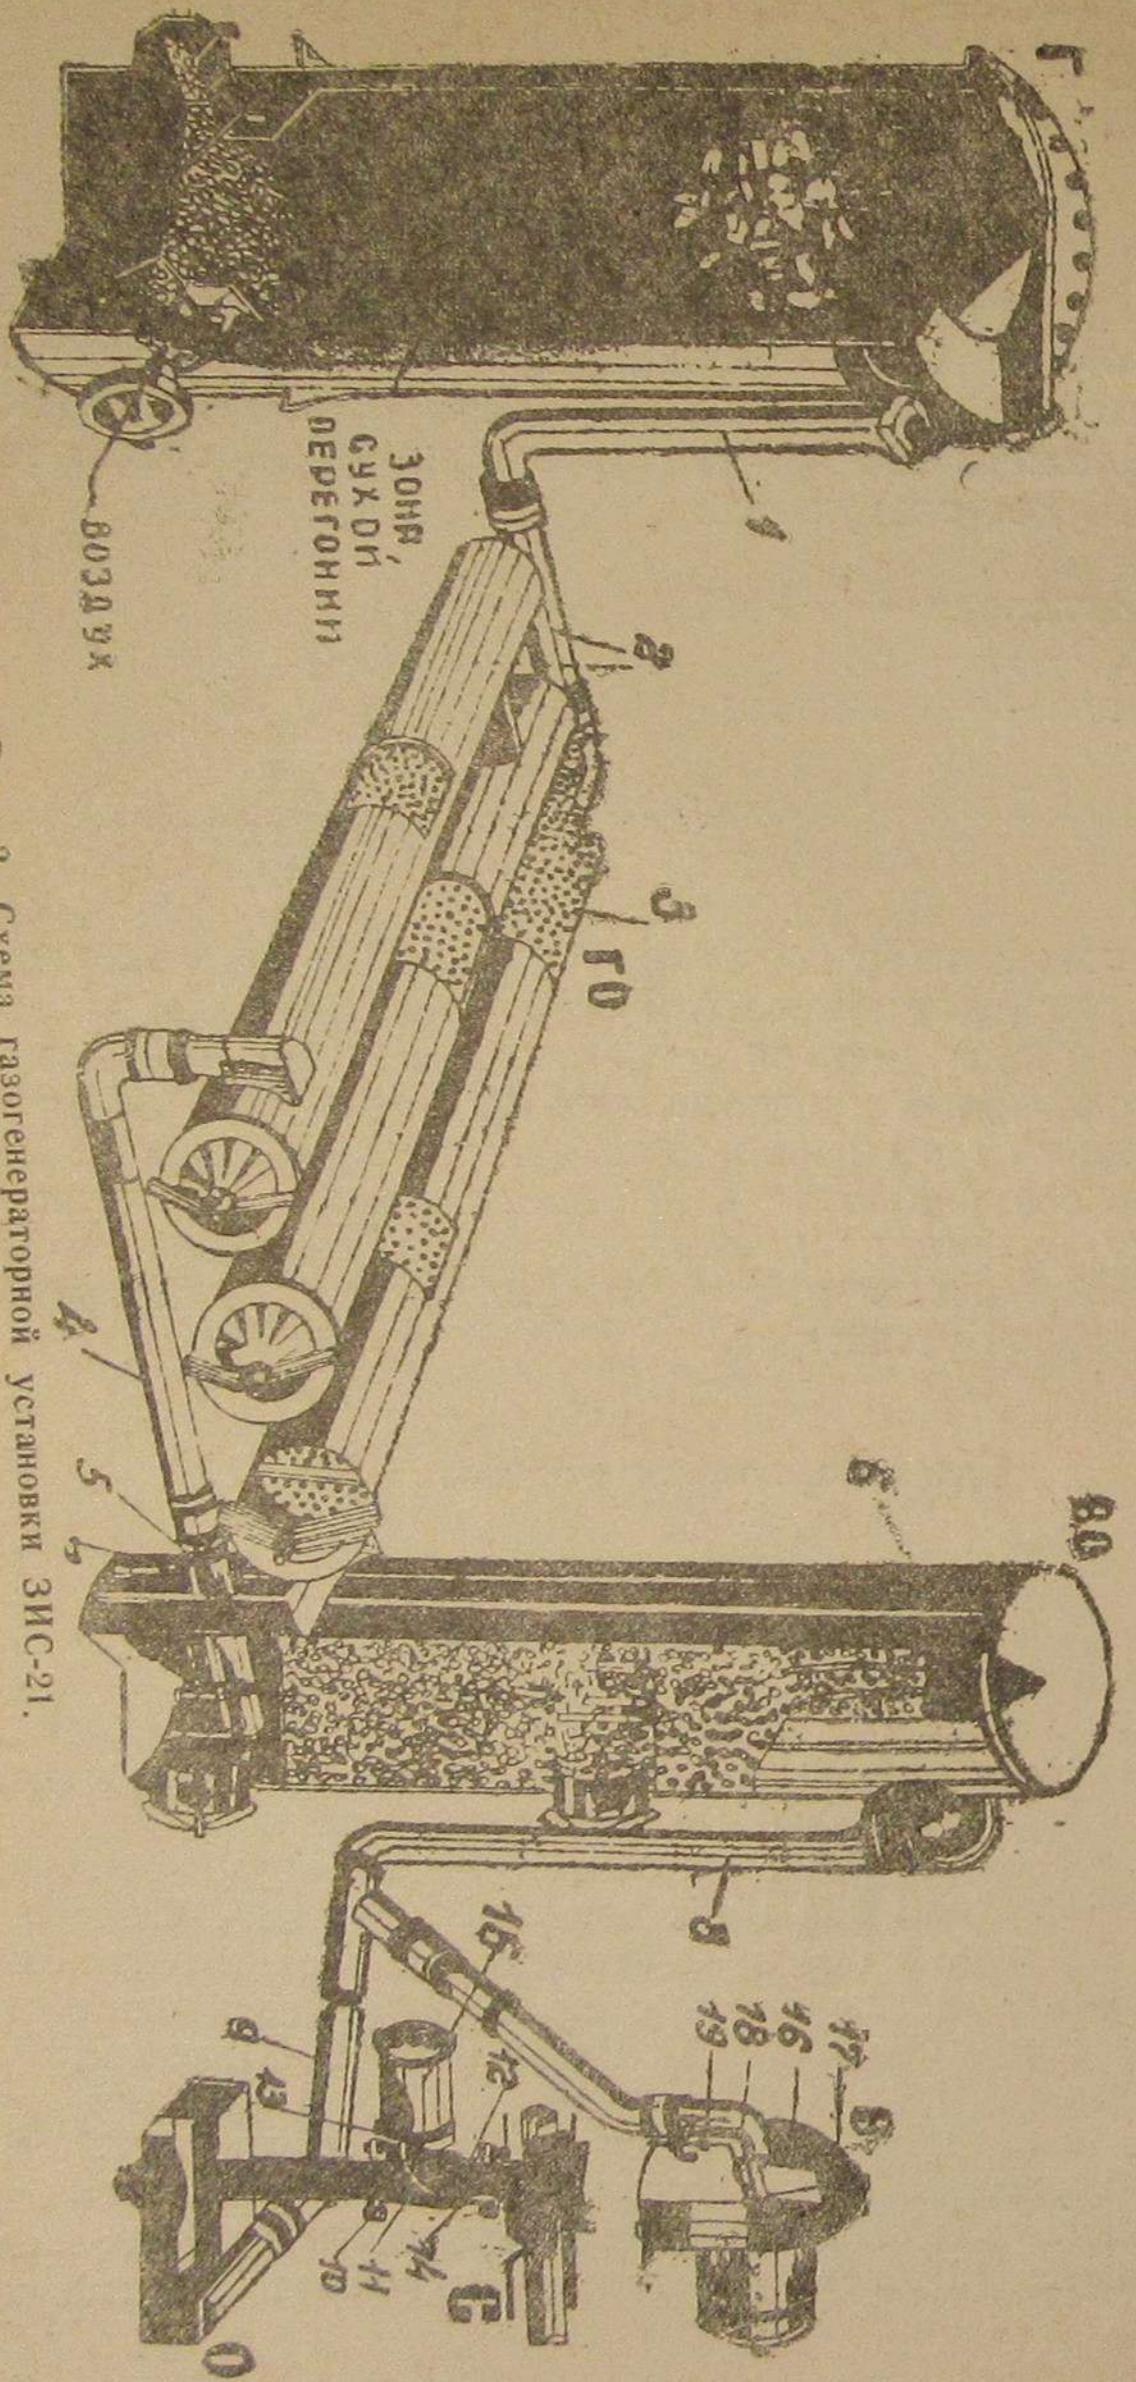

Рис. 2. Схема газогенераторной установки ЗИС-21.
В комплект установки автомобильного типа ЗИС-21 (рис. 2) входит газогенератор (Г), батарея из трех очистителей-охладителей (ГО), тонкий фильтр газа — вертикальный очиститель — (ВО), отстойник конденсата (О), смеситель (С), вентилятор розжига (В) и газопровод со шлангами и различными деталями для крепления газогенераторной установки на шасси автомобиля.
Газ, выходящий из газогенератора (рис. 2) по трубам (1) и (2), поступает в батарею горизонтального очистителя, которая состоит из трех цилиндров. Диаметр каждого цилиндра равен 204 мм, а длина — 1.905 мм. Вертикальная труба (1) посредством фланца и трех болтов скреплена с газоотборным патрубком газогенератора, а нижним концом посредством резино-асбестового шланга и двух хомутов — с горизонтальной трубой (2). Второй конец горизонтальной трубы соединен с патрубком первого цилиндра очистителя (3). Все три цилиндра грубого очистителя соединены последовательно также резиновыми шлангами и хомутиками. В каждом цилиндре вставлены по две секции, состоящие из набора дисков.
Очиститель (рис. 2) изготовлен в виде цилиндра диаметром 384 мм и высотой 1.810 мм с верхним и нижним днищами, наглохо приваренными к корпусу. В цилиндре очистителя сделаны 3 люка для очистки и промывки фильтра.
Охлажденный и очищенный газ по трубам (8 и 9) (рис. 2) через отстойник поступает в смеситель, который представляет собой чугунную отливку в виде тройника с патрубками: для газа (10), воздуха (11) и рабочей смеси (12). Количество воздуха регулируется
Электрический вентилятор центробежного типа с электромотором постоянного тока мощностью 200 ватт, напряжением 12 вольт, питается током от аккумуляторной батареи автомобиля. При нормально заряженных аккумуляторах он развивает до 4.000 оборотов в минуту. Крыльчатка вентилятора (16) (рис. 2) насажена на удлиненной оси якоря электромотора и помещена в корпусе (17).